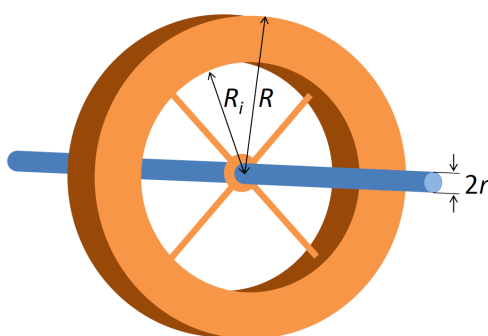

Figura 6: Modelo da roda para o cálculo do momento de inércia.
O factor  $K$  da equação (10) depende do momento de inércia  $I_z$  do sistema em rotação. Segundo o esquema aproximado da Figura 6, podemos escrever  $I_z$  como função dos raios interno ( $R_i$ ) e externo ( $R$ ) da roda, do raio  $r$  do eixo e das massas  $m$  e  $m_e$  da roda e do eixo: